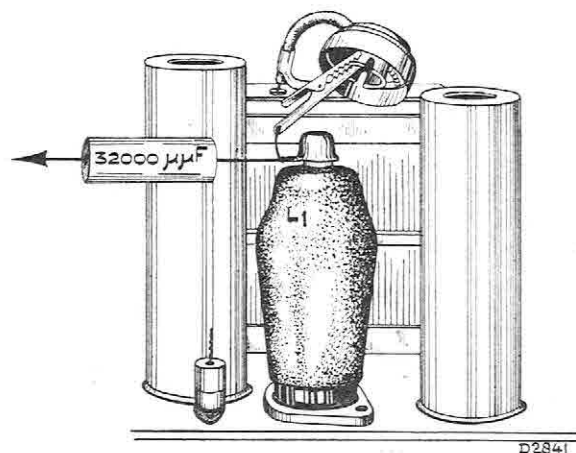

Fig. 2
4. Appliquer un signal modulé de 128 kc (pour les exécutions -49 et -46: 131 kc) à travers 32.000  $\mu\mu\text{F}$  sur la connexion du sommet de la lampe L1 (voir figure 2).